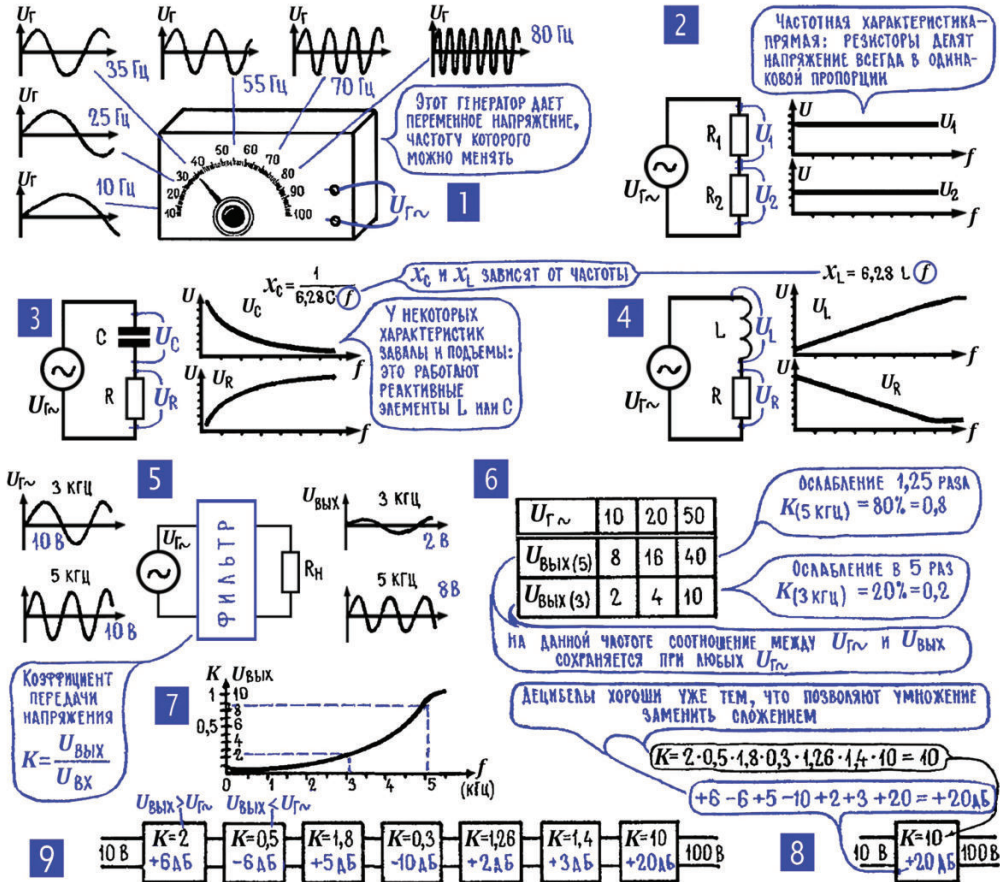
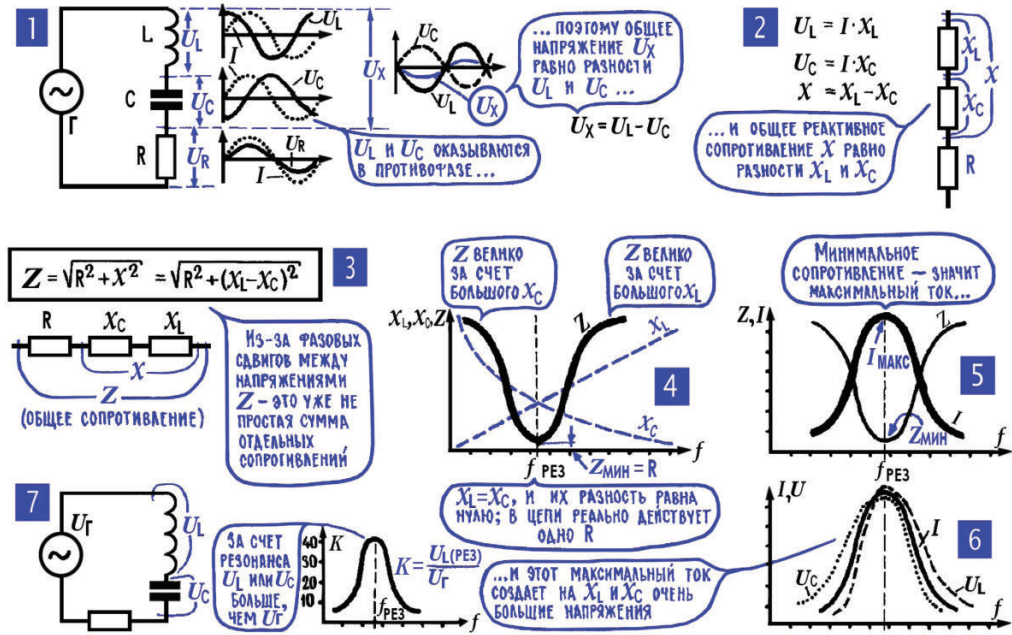

Рис. 6.15. Частотные характеристики
Рис. 6.16. Последовательная LCR-цепь
То же самое произойдет, если увеличить индуктивность катушки – и в этом случае ток автоматически уменьшится и потянет за собой мешающую ЭДС самоиндукции, не позволяя ей одолеть внешнее напряжение. Одним словом, и увеличение частоты, и увеличение индуктивности влечет за собой уменьшение тока в катушке или, при неизменном токе, увеличение напряжения на ней. Это позволяет объединить частоту и индуктивность в общей характеристике – индуктивном сопротивлении x_L – и получить с его помощью простые формулы закона Ома (рис. 6.16; 2).
18. Частотная характеристика – график, рассказывающий о том, как ведет себя электрическая цепь на разных частотах. Представим себе, что в нашем распоряжении есть генератор переменной ЭДС, частоту которой можно плавно изменять поворотом ручки. Так же, например, как поворотом ручки мы меняем громкость звучания в приемнике. Такие генераторы реально существуют, и вскоре мы познакомимся с их практическими схемами (см. гл. 11). А пока представьте себе, что это обычный машинный генератор, в котором можно менять скорость вращения проводника, а значит, и частоту генерируемой ЭДС. При этом, правда, появляется серьезный недостаток: чем быстрее вращается проводник, тем больше частота переменной ЭДС, но одновременно увеличивается и сама ЭДС, так как проводник быстрее пересекает магнитное поле. Предположим, что этот недостаток устранен – в генератор ввели автомат, который будет поддерживать выходное напряжение на одном уровне, например включая в цепь дополнительные сопротивления. Но не стоит, однако, вдаваться в подробности, они сейчас несущественны. Считаем, что у нас есть генератор (рис. 6.15; 1), который дает синусоидальное напряжение любой нужной частоты, и на всех частотах сама величина напряжения (число вольт) одинакова.
Если подключить к нашему генератору делитель из резисторов (рис. 6.15; 2), то на любом из них напряжение не будет меняться с частотой: на всех частотах резисторы имеют одно и то же сопротивление и делят общее напряжение в одной и той же пропорции.
А вот в делителях, куда входят реактивные элементы – конденсаторы и катушка, – все по-другому. Об этом как раз и рассказывают графики рис. 6.15; 3, 4. Графики эти называются частотными характеристиками, они показывают, как с изменением частоты меняется напряжение на выходе фильтра при неизменном напряжении на его входе. В справедливости приведенных частотных характеристик легко убедиться, если взглянуть на схемы фильтров, к которым эти характеристики относятся. Так, например, в простейшем RC-фильтре с частотой уменьшается напряжение на конденсаторе C , потому что уменьшается его емкостное сопротивление. И если нужно «задавить» высшие частоты, или, иначе, поднять низшие, напряжение следует снимать именно с конденсатора. А на резисторе R с увеличением частоты напряжение, наоборот, растет. Общее напряжение делится на U_R и U_C , чем меньше одно из них, тем больше другое. И если нужно выделить более высокочастотные напряжения, если нужно поднять высшие частоты над другими, напряжение нужно снимать именно с резистора.
19. Коэффициент передачи K показывает, во сколько раз напряжение или ток на выходе больше или меньше, чем на входе. Все графики на рис. 6.15 могут быть построены для конкретных величин напряжений и токов. Не вдаваясь в устройство какого-либо фильтра, нарисуем его в виде прямоугольничка (рис. 6.15; 5) и для определенности будем считать, что при входном напряжении $U_{гн} = 10 \text{ В}$ выходные напряжения на частотах 3 кГц и 5 кГц соответственно равны 2 В и 8 В. А что будет, если входное напряжение увеличится вдвое и составит 20 В? Тогда и выходные напряжения тоже увеличатся в два раза и составят соответственно 4 В и 16 В (рис. 6.15; 6). Без долгих рассуждений можно сказать, что любое увеличение или уменьшение входного напряжения повлечет за собой такое же (во столько же раз) увеличение или уменьшение выходных напряжений. И для данного конкретного фильтра на данных частотах соотношение между входным напряжением и выходными есть величина постоянная.
Но стоит ли в таком случае характеризовать действие фильтра численными значениями напряжений и токов, вольтами и амперами? Не лучше ли ввести общую характеристику фильтра, которая показывала бы, на каких частотах во сколько раз ослабляется переменное напряжение или переменный ток? Тогда, зная эту характеристику, можно всегда подсчитать, какое напряжение будет на выходе фильтра при данном напряжении на его входе, еще раз, кстати, подтвердив полезность общих представлений. Такая характеристика существует, она называется коэффициентом передачи фильтра и обозначается чаще всего буквой K (рис. 6.15; 5, 6). На каждой частоте у фильтра свой коэффициент передачи K , в этом, собственно, и состоит особенность фильтрующих цепей. Зависимость коэффициента передачи K от частоты есть одна из разновидностей частотной характеристики.
21. В последовательной LCR-цепи индуктивное сопротивление действует против емкостного. Для начала извлечем из памяти три уже установленные истины. Первая: во всех элементах последовательной цепи течет один и тот же ток (гл. 4; 6). Вторая: ток через конденсатор опережает напряжение на 90° (гл. 6; 13); об этом можно сказать и иначе – напряжение на конденсаторе отстает от тока на 90° . Третья: ток через катушку отстает от напряжения на ней на 90° (гл. 6; 15); об этом тоже можно сказать иначе: напряжение на катушке опережает ток в ней на 90° . Если, обогащенные этими воспоминаниями, мы взглянем на последовательную цепь LCR (рис. 6.16; 1), то увидим, что напряжение U_L на катушке и напряжение U_C на конденсаторе сдвинуты по фазе на 180° . То есть они действуют друг против друга. Напряжения U_L и U_C зависят от соответствующих реактивных сопротивлений x_L и x_C . А поскольку по всем элементам проходит один и тот же ток I , то соотношение между напряжением U_L и U_C зависит только от соотношения между сопротивлениями x_L и x_C .
22. На резонансной частоте резко падает общее сопротивление последовательной LCR-цепи, и ток в ней возрастает. Попробуем подключить к последовательной LCR-цепи генератор с изменяемой частотой (рис. 6.15; 1) и будем постепенно увеличивать частоту его переменного напряжения. При этом индуктивное сопротивление будет постепенно увеличиваться, а емкостное – постепенно уменьшаться (рис. 6.16; 4). На какой-то частоте – давайте сразу же назовем ее резонансной частотой – сопротивления x_L и x_C станут равными, и, значит, уравняются напряжения U_L и U_C . А так как эти напряжения противофазны, то они полностью скомпенсируют друг друга, и генератор вообще перестанет чувствовать присутствие реактивных элементов, перестанет отдавать им часть своей ЭДС. Общее сопротивление цепи Z резко уменьшится, для генератора из всей цепи останется только одно активное сопротивление R , ток I из-за этого резко возрастет (рис. 6.16; 5), и столь же резко увеличатся напряжения U_L и U_C (рис. 6.16; 6). Но заметьте, увеличится каждое в отдельности, а общее суммарное напряжение на обоих реактивных элементах U_X , как уже говорилось, будет равно нулю.